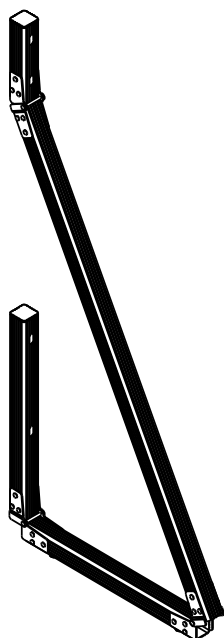

図 14
2. スナップロックのボタンを押し、図 14 のようにジョイントを曲げます。